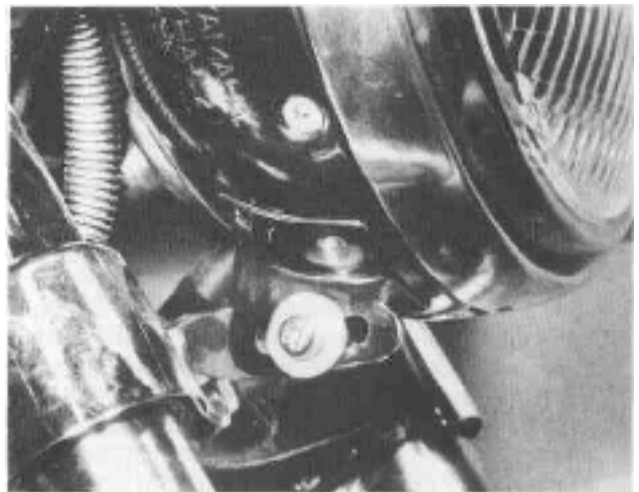
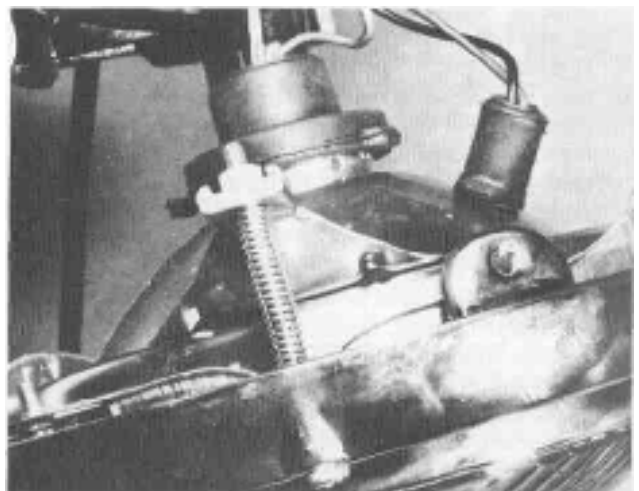

Bild 337
Bild 338
- Neuere Modelle besitzen einen sog. «Sealed Beam»-Scheinwerfer, eine werksseitig montierte und (auch schon bei Ausfall eines Glühfadens) komplett auszuwechselnde Einheit aus Glas, Reflektor und Glühlampe. Um diese Einheit auszubauen, sind sowohl die beiden Schrauben, mit der sie am Zierring befestigt ist, als auch die Stellschraube für die seitliche Einstellung (Bild 338) zu entfernen. Bei dieser Einstellschraube markieren Sie sich aber zuvor die Einschraubtiefe in die Mutter, dann brauchen Sie den Scheinwerfer nicht nach erfolgter Wiedermontage (in umgekehrter Reihenfolge der Demontage) neu einzustellen. Die Scheinwerferhöhe wird durch Schwenken des ganzen Scheinwerfers nach oben oder unten eingestellt, wofür die in Bild 337 sichtbare Halteschraube unter dem Gehäuse gelockert und nachher wieder festgezogen wird. Das Langloch erlaubt genügend Verstellweg, um auf die vom Gesetzgeber vorgeschriebene Höhe einstellen zu können.
- Die seitliche Scheinwerfereinstellung erfolgt mit Hilfe der in Bild 338 gezeigten, mit einer Feder gegen Losdrehen gesicherten Stellschraube vorn im Scheinwerfer-Zierring (von vorn gesehen, rechte Seite). Rechtsdrehung der Kreuzschlitzschraube zieht den Reflektor heran, und der Lichtstrahl verschiebt sich in Fahrtrichtung nach rechts hinüber. Analog dazu ergibt Linksdrehung Verschiebung nach links.